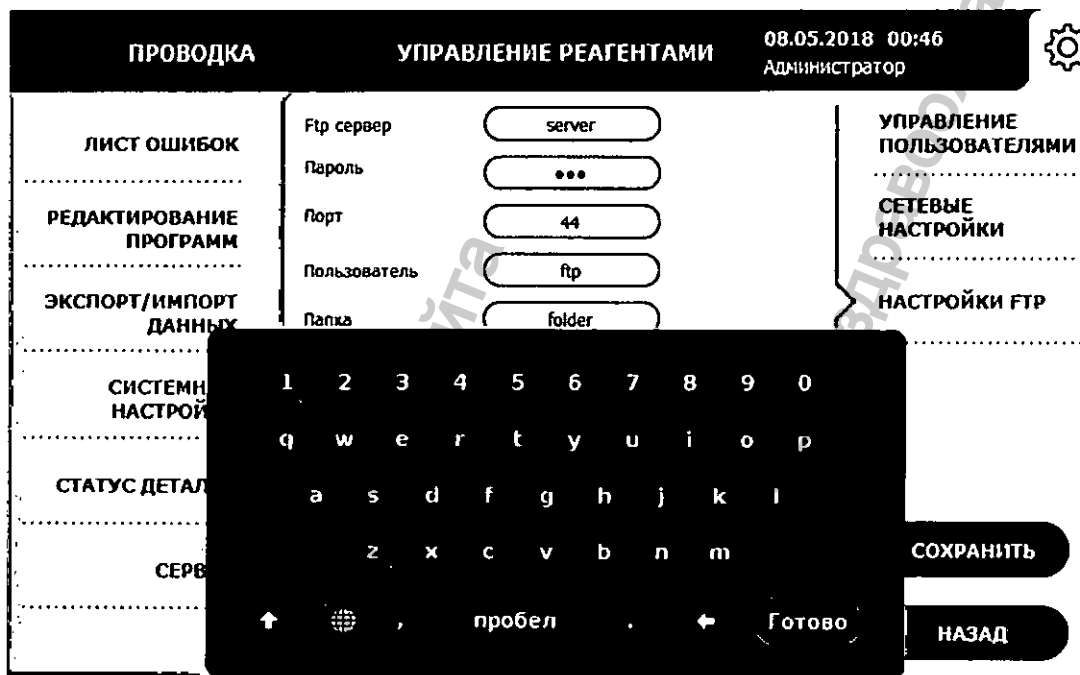

Рисунок 3.61. Ввод адреса FTP-сервера
1. В поле **FTP-сервер** введите доменное имя или IP-адрес сервера, используя экранную клавиатуру (рисунок 3.61). Для подтверждения ввода нажмите кнопку **Готово**.